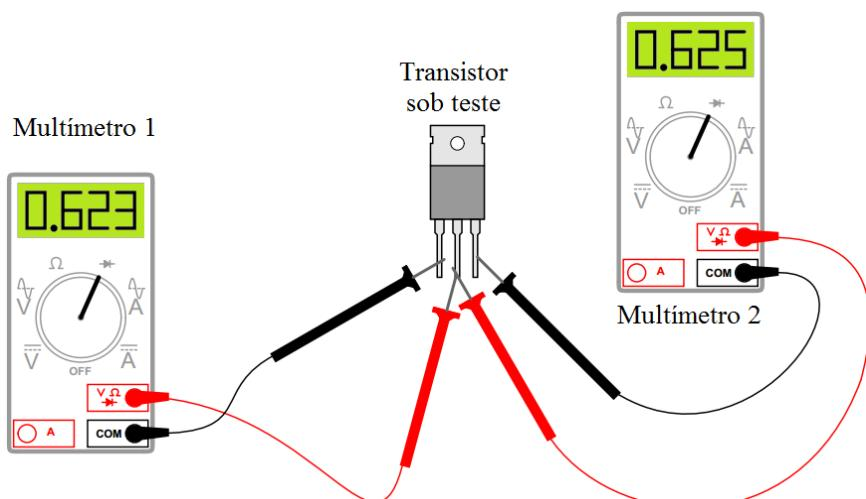

Figura 3. Fonte: <http://www.ibiblio.org/kuphaldt/socratic/output/bjt0.pdf>
**Questão 11 – Identificar os terminais do transistor da Figura 3, com base nas medições.**